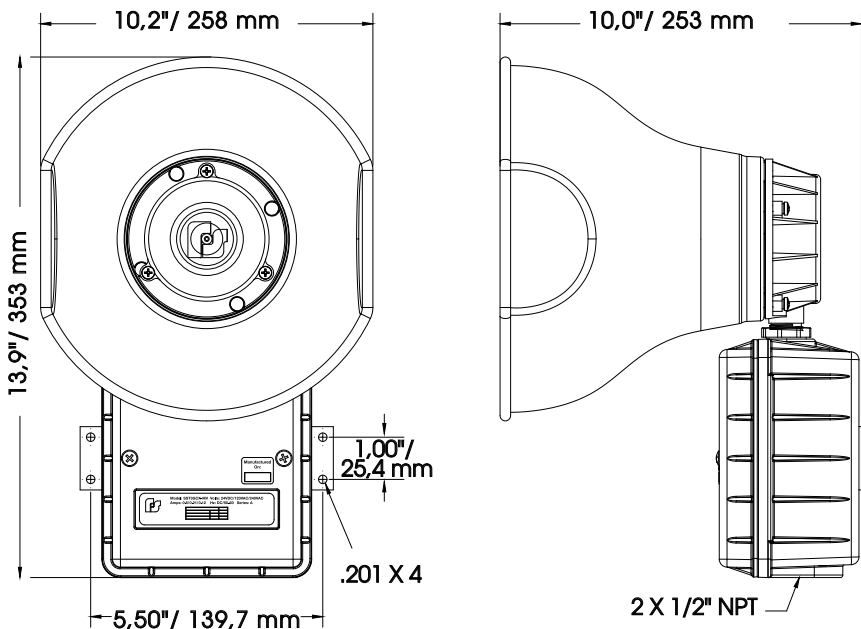

Figura 1 Dimensiones de montaje
- b. Usando los orificios de montaje como plantilla, dibuje la posición de perforación en la superficie de montaje. Vea la Figura 1 para conocer la distancia entre los orificios de montaje. Antes de perforar orificios en la superficie, asegúrese de que ambos lados de la superficie no tengan elementos que puedan dañarse.